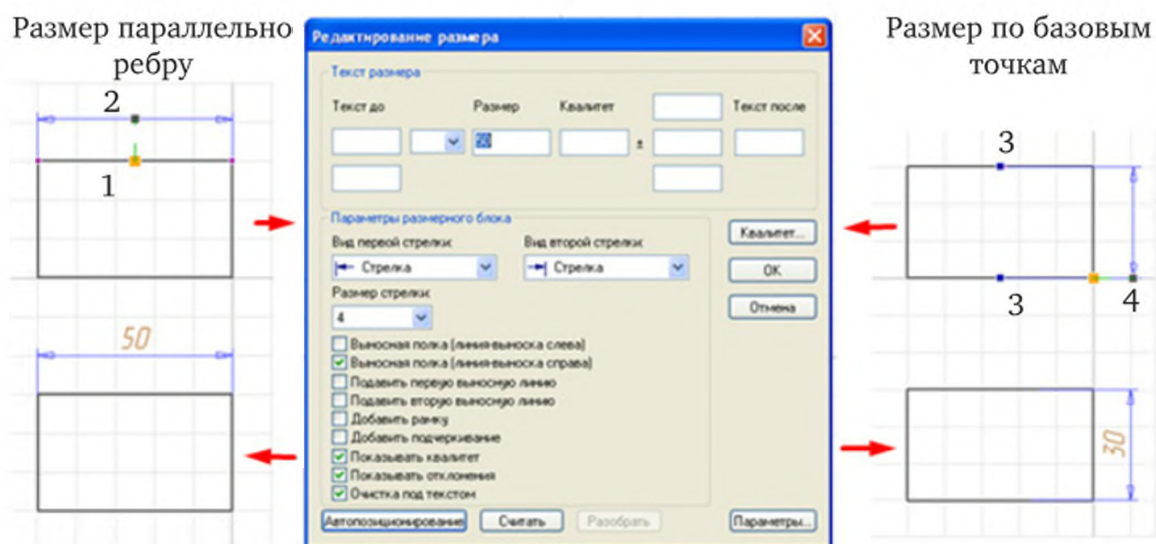

Рис. 6.10
2. В случае простановки размера, параллельного ребру, — указать курсором и щелчком левой кнопки «мыши» элемент (1) (рис. 6.10), нажать **Esc** или среднюю клавишу «мыши».
3. В случае простановки размера между двумя параллельными ребрами — указать первую базовую точку (3) на одном ребре и вторую базовую точку (3) на другом ребре (см. рис. 6.10).
4. Указать курсором и щелчком левой кнопки «мыши» точку, задающую положение размерной линии (2 или 4). Откроется диалоговое окно **Редактирование размера** (см. рис. 6.10). В нем необходимо установить нужное положение стрелок и другие необходимые параметры, в том числе квалитет и допуски.